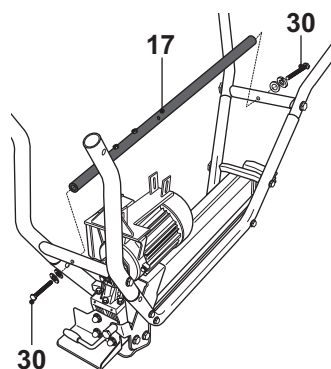

Fig. 2f
- > Fixez la barre transversale [17] de chaque côté avec les kits de montage [30] (Fig. 2f).